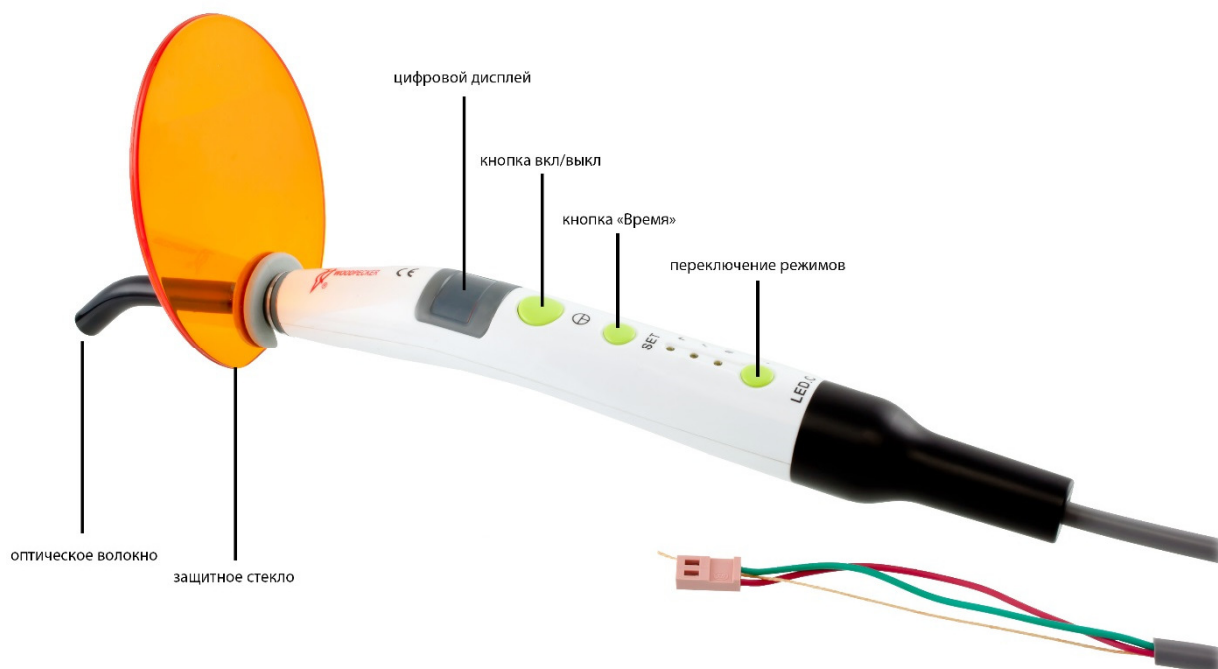

Рисунок 1
(Рис. 1)
5.3 Установите защитный экран как показано на Рис. 1